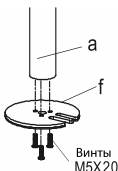

Рис. 3
3. Открутите крестовой отверткой винт, удерживающий прижимную пластину на струбцине. Извлеките винт струбцины, поворачивая ручку-барашек против часовой стрелки (рис.3А).